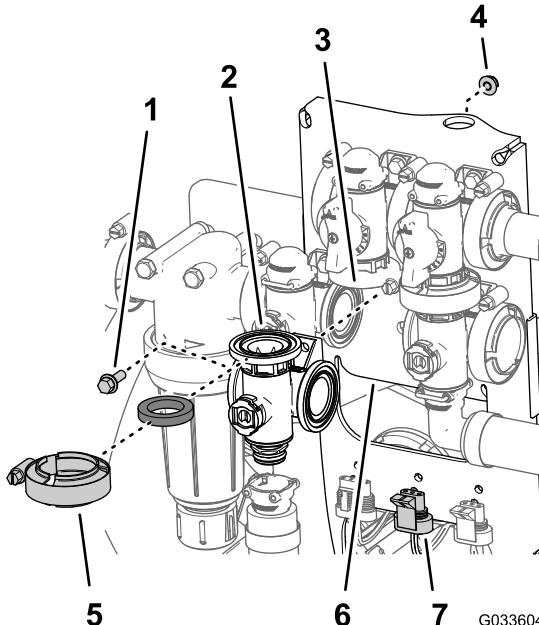

Figura 127
1. Allineate la flangia del collettore della valvola dell'agitatore, una guarnizione e la flangia della valvola di bypass dell'agitatore (Figura 127).
9. Montate la valvola dell'agitatore sul supporto della valvola con il bullone a testa flangiata e il dado bloccaggio flangiato (Figura 127) rimossi al passaggio 3 di Rimozione della valvola del collettore dell'agitatore \(pagina 85\) e serrate il dado e il bullone a 10–12 N·m.